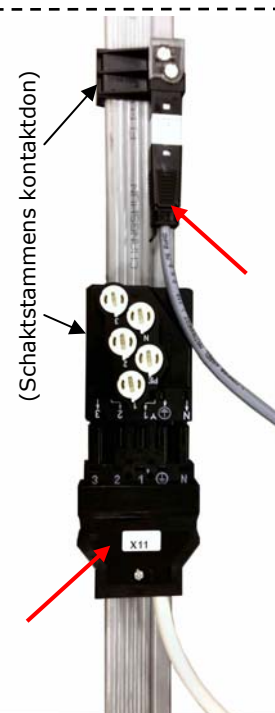

Bild 10.2: Anslutning av stannplansnod
10. Från korgtaket, kontrollera att kontaktdon P5 inte är inkopplat i stannplansnoderna. Montera schaktstammens kontaktdon, dra i skruvarna och anslut stannplansnoderna (se dokument **T10092** och **Bild 10.2**). Koppla därefter in dörrkontakter, tablåer samt ev. låskontakter.